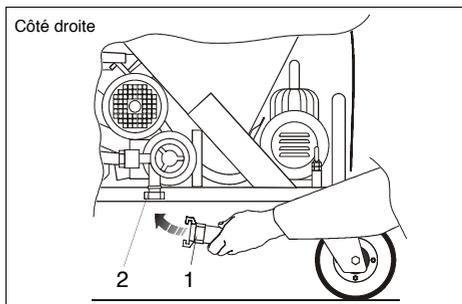

FIG.21 (Connexion du tuyau de l'eau d'alimentation générale sur l'entrée de la machine)
- 1) Connecter le tuyau fourni en dotation (\varnothing ext. 26 mm - L=40 m) (FIG. 21 - Réf. 1) à l'entrée de l'eau de la machine (FIG. 21 - Réf. 2).
- 2) Connecter le tuyau de l'eau (FIG. 21 - Réf. 1) au réseau hydrique d'alimentation (dépôt ou aqueduc) en s'assurant que la vanne soit ouverte.